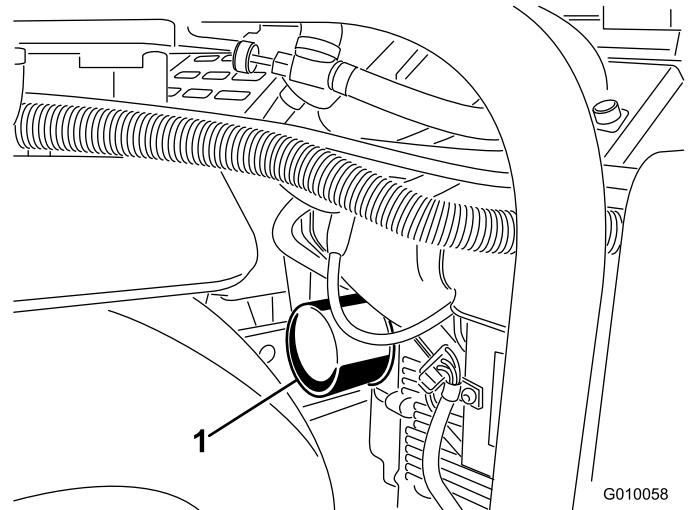
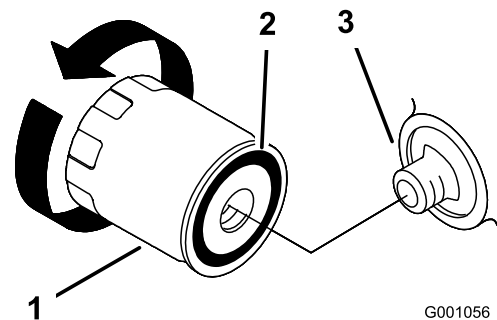

図 46
図 47
5. オイルを受けられるように、フィルタの下に浅い容器を置く 図 46。
6. オイルフィルタ 図 46 と 図 47 を外し、フィルタのアダプタガスケットの表面をきれいに拭く。